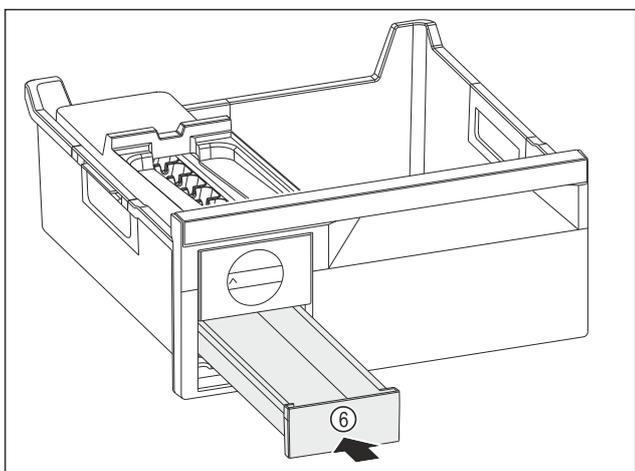

Fig. 116
- ▶ Wsunąć szufladę na kostki lodu Fig. 116 (6).